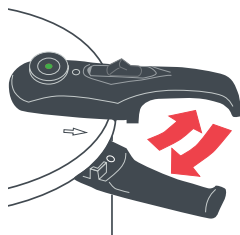

**Fig.6**
**ATENCIÓN:** El vapor liberado a través de la ventana de seguridad (6) estará muy caliente y puede causar lesiones graves. Ante la posibilidad que la ventana de seguridad (6) expulse la sobrepresión, debe colocar siempre dicha ventana en una posición tal que no apunte hacia usted o hacia cualquier objeto que pueda estropearse por el vapor o líquidos expulsados.
**Válvula de seguridad (7).** Está alojada en el interior del sensor de presión (2) aunque actúa independientemente. Ante un exceso de presión producido por la obstrucción de la válvula de trabajo (3), este sistema de seguridad entrará en acción liberando vapor para disminuir la sobrepresión interior de la olla. Si en algún momento la válvula de seguridad (7) actuase, retire con calma la olla de la fuente de calor y deje que descienda totalmente la presión. Compruebe la limpieza y funciona-
miento de la válvula de trabajo (3) (Fig. 6). Si el problema persiste, acuda a un **servicio técnico autorizado Fagor** para que procedan a revisar su olla.